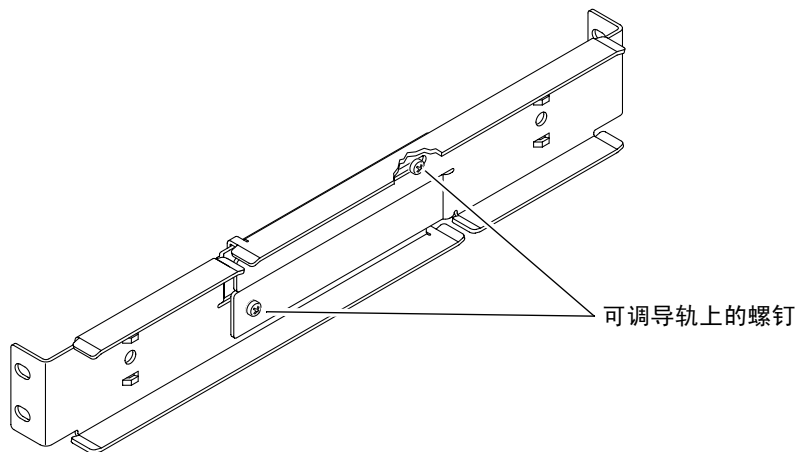

图 3-15 松开可调导轨上的螺钉
2. 松开位于可调导轨中部的两颗螺钉，以便拉伸可调导轨（图 3-15）。
- 将可调导轨中部的两颗螺钉重新拧紧（图 3-15）。